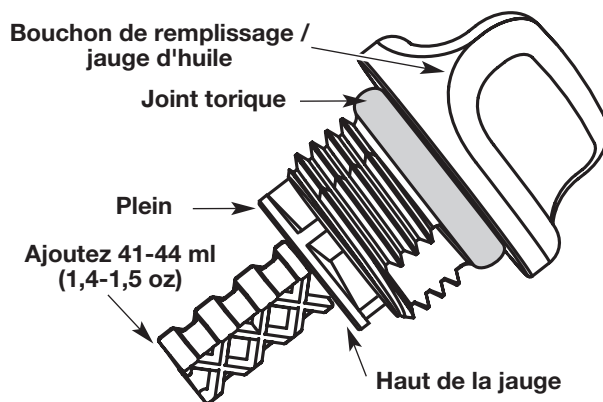

Fig. 40
5. Retirez le bouchon de remplissage / jauge d'huile et vérifiez le niveau d'huile. L'huile devrait atteindre le haut de la jauge (Fig. 40).